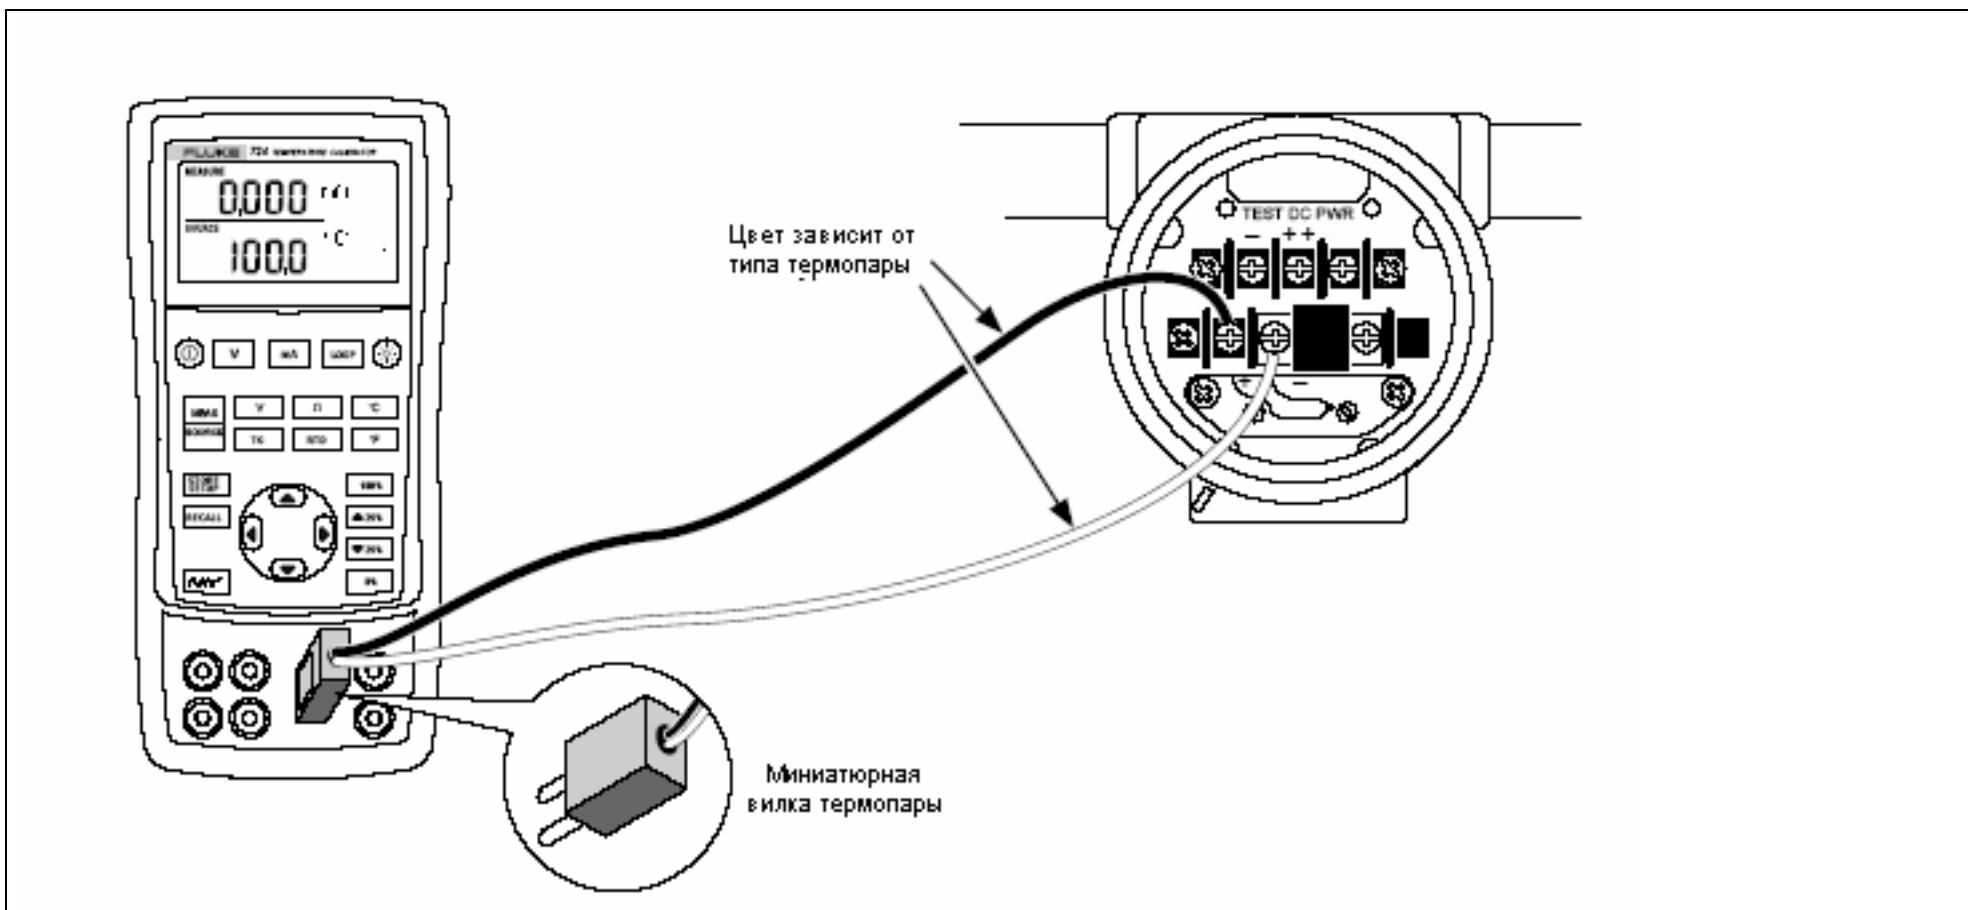

Рис. 13. Схема соединений для моделирования сигналов термопары
Один контакт данной вилки шире другого. Не пытайтесь вставить вилку в неверном положении. Схема соединения показана на рис. 13.
- Подсоедините выводы термопары к соответствующей миниатюрной вилке термопары, а затем подключите вилку к гнезду входа/выхода термопары, как показано на рис. 13.